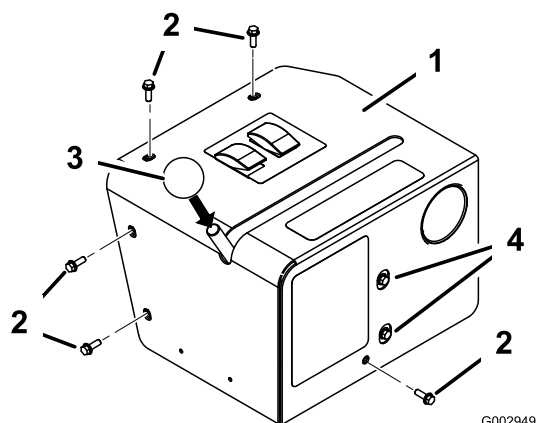

Figura 55
18. Montate il coperchio della scatola di comando sulla staffa di montaggio della scatola di comando (Figura 55), utilizzando 5 bulloni a testa flangiata (1/4 x 3/4 pollice).
19. Montate la manopola sulla leva di comando della valvola (Figura 55).
20. All'occorrenza, allentate i bulloni nel pannello anteriore e riposizionate il gruppo valvola per consentire la corsa libera della leva nella scanalatura (Figura 55).